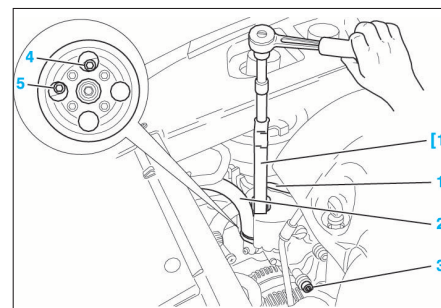

FIG. 17
- Débrider le tuyau (1) (Fig.17).